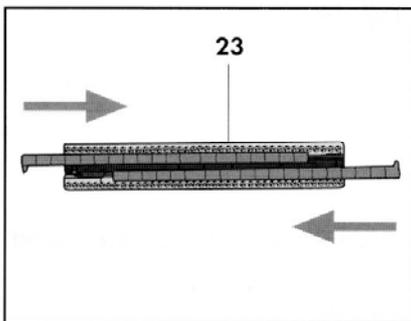

Fig. 12
Per il montaggio del telaio setolato per moquette e tappeti (23), inserire nelle apposite guide le spazzole rigide con le linguette rivolte all'interno **(Fig.12)**.